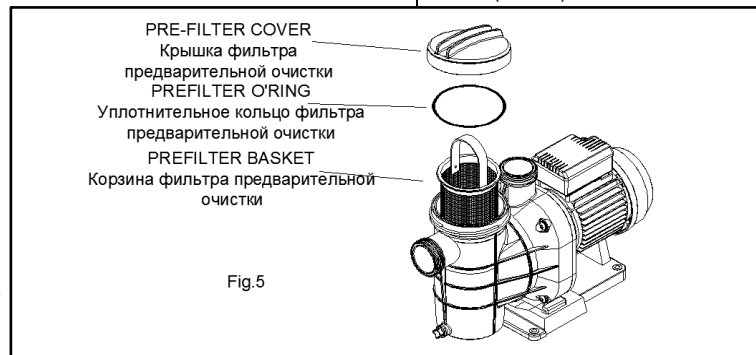

Fig.5
1. Open the lid of the pre-filter (Fig. 5).
4. Close the pre-filter without forgetting to place the joint in their seat. (Fig. 5)
- ⚠ In models with pre-filter, the pre-filter basket should be regularly cleaned in order to avoid pressure drops. To avoid breakage of the basket, you should not hit during the cleaning process. Every time you open the pre-filter, clean the joint and the seat of the joint of any impurities, to ensure a good sealing when shutting the lid. (Fig.5).
1. Открыть крышку предфильтра (Рис. 5).
4. Закрыть предфильтр, установив уплотнительное кольцо в соответствующее гнездо (Рис. 5).
- ⚠ Для моделей с фильтром предварительной очистки, необходимо регулярно выполнять очистку корзины предфильтра во избежание перепадов давления. Во избежание разрушения корзины, в процессе очистки не допускать динамического воздействия на нее. Каждый раз после открытия предфильтра следует выполнять очистку соединения от загрязнений в районе гнезда, чтобы обеспечить герметичную посадку крышки при ее закрытии. (Рис. 5).